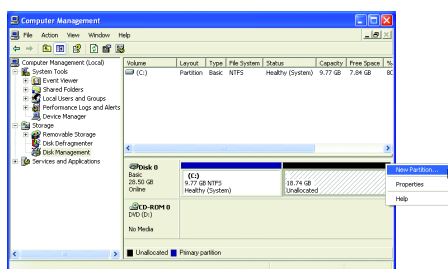

図 6
5. オペレーティングシステムをインストールする前にハードドライブを適切に分割していなかった場合、ハードドライブの空きスペースを使用して新しいパーティションを作成することができます(図 6、7)。ただし、**ディスク管理**に示されたハードドライブのシステムパーティションに未割り当てのスペースがない場合、新しいパーティションを作成したり Xpress Recovery2を使用することはできません。この場合、オペレーティングシステムを再インストールし、ハードドライブを再分割してください。